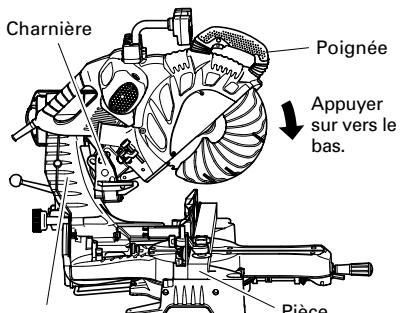

Fig. 27
Glisser la charnière sur le support (A), et serrer le bouton (A)/(B) de fixation de glissière comme (Voir Fig. 2) indiqué à la Fig. 27. Abaisser la poignée pour couper la pièce . Cette façon d'utiliser l'outil électrique permet de couper des pièces d'une section allant jusqu'à 4-3/16" (107 mm).